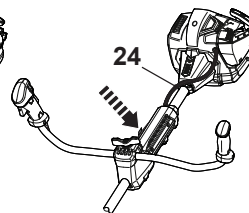

Fig.3
- > Fixez le câble de commande [24] sur le support de suspension (Fig. 3).